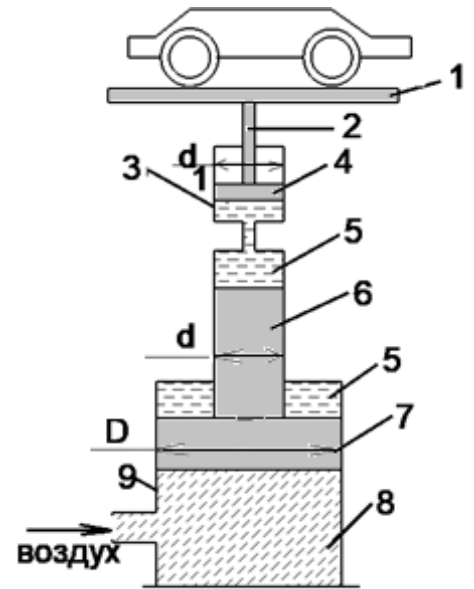

Рис. 4.
Задача № 3 (25 баллов). Для выполнения сборочных работ на электромобиле используется подъемник, основным элементом которого служит пневмогидравлический преобразователь (9) (рис. 4). Электромобиль устанавливается на платформе (1), прикрепленной к штоку (2) гидроцилиндра (3). Давление рабочей жидкости в гидроцилиндре создается с помощью штока (6). В пневмоцилиндре имеется поршень (7). В поршневой полости находится воздух (8), в штоковой – жидкость (5). Известно, что масса электромобиля $m=900$ кг, определить диаметр поршня (4) гидроцилиндра d_1 (в метрах), если известно, что давление воздуха (8) в пневмоцилиндре $p_v=0,4$ МПа, диаметр поршня пневмоцилиндра $D=100$ мм, диаметр штока пневмоцилиндра $d=25$ мм. КПД подъемника 0,85. (Ускорение свободного падения g принять равным 10 м/с²).